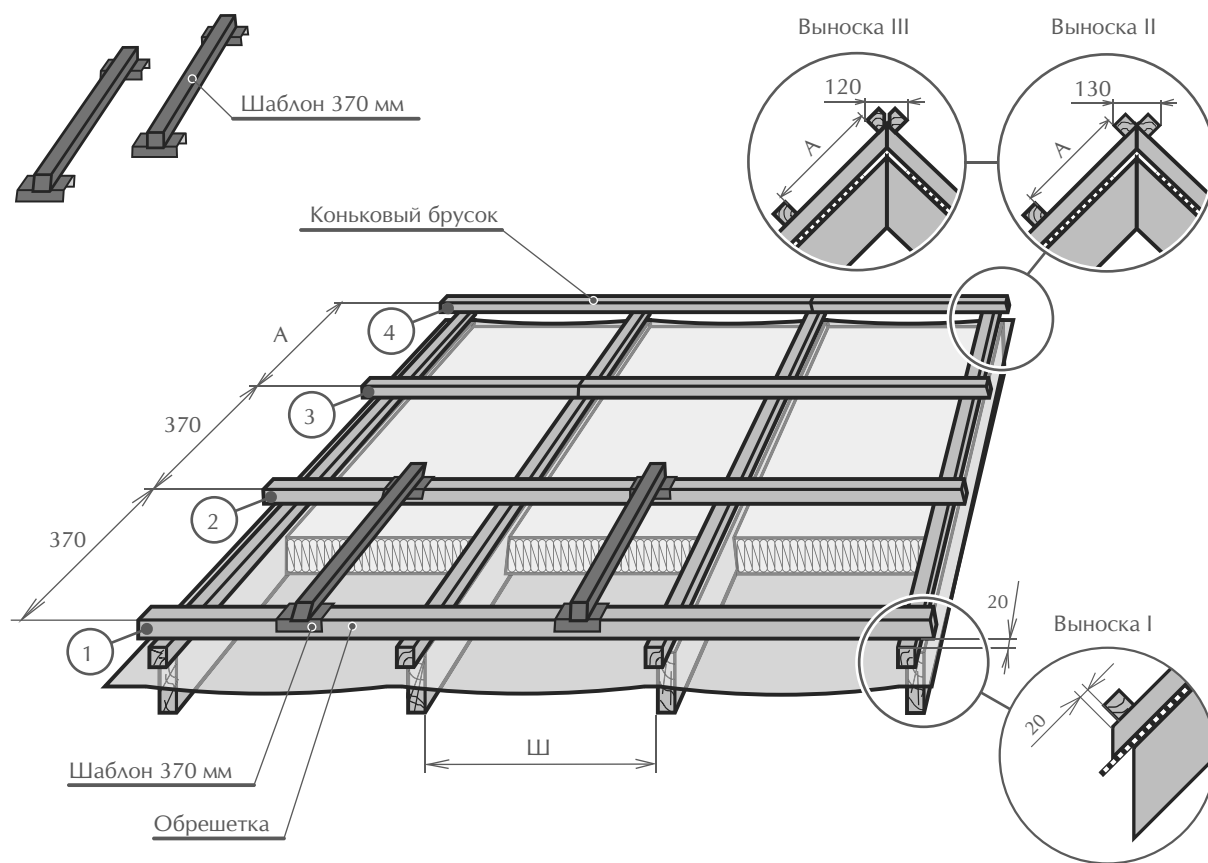

Рис. 5.2-1
Для обрешетки применяются деревянные бруски сечением 50х50 мм, если шаг стропил Ш (рис. 5.2-1) не превышает 1000 мм. При большем шаге стропил сечение брусков необходимо увеличить в соответствии с рекомендациями Вашего проектировщика. Влажность материала не должна превышать 20% от сухого веса.
Монтаж обрешетки осуществляется снизу вверх 1, 2, 3, 4 (рис. 5.2-1). Нижняя обрешетина
прибивается на расстоянии 20 мм от нижнего торца бруска контрообрешетки и служит для фиксации нижнего ряда листов (рис. 5.2-1, выноска I). Бруски обрешетки стыкуйте на брусках контрообрешетки. Длина брусков обрешетки должна быть не менее двух пролетов между стропилами.
**Важно, чтобы расстояние между нижними гранями обрешетки обязательно выдерживалось равным 370 мм!** Это условие, необходимое для образования замка между стыкуемыми листами композитной черепицы, обеспечивает надежную гидроизоляцию, ветрозащиту и эстетичный вид кровли. С этой целью нужно использовать шаблоны, которые можно изготовить из подручных средств (рис. 5.2-1).
(MetroShake®), Метрошейк-II (MetroShake-II®), Метроклассик (MetroClassic®). Коньковые бруски обрешетки, необходимые для крепления полукруглых коньковых элементов, должны крепиться по обе стороны от конька на расстоянии 130 мм (рис. 5.2-1, выноска II).
Коньковые бруски обрешетки необходимые для крепления ребровых коньков предварительно необходимо обтесать и закрепить по обе стороны от конька на расстоянии 120 мм (рис. 5.2-1, выноска III).
Прежде чем устанавливать верхний ряд листов, измерьте расстояние А (рис. 5.2-1). В зависимости от расстояния А возможно несколько вариантов крепления верхнего ряда листов.